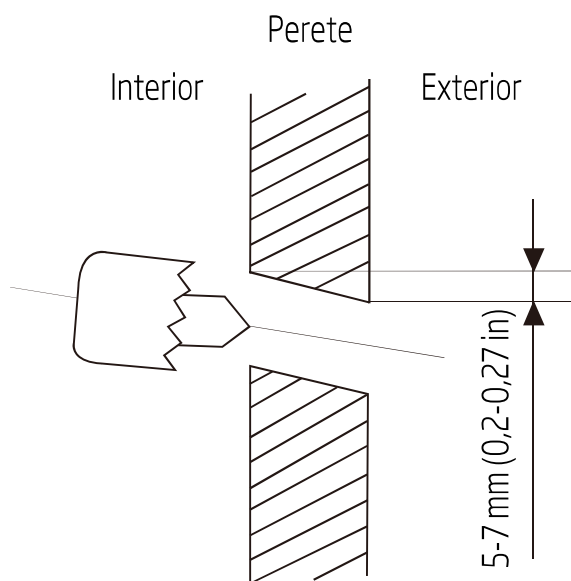

Fig. 5.2
2. Folosind un burghiu de 65 mm (2,5") sau 90 mm (3,54") (în funcție de modele), dați o gaură în perete. Asigurați-vă că gaura este ușor înclinată, astfel încât capătul exterior al găurii să fie mai jos decât capătul interior cu aproximativ 5 mm până la 7 mm (0,2-0,27"). Acest lucru va asigura o bună scurgere a apei. (A se vedea Fig. 5.2)